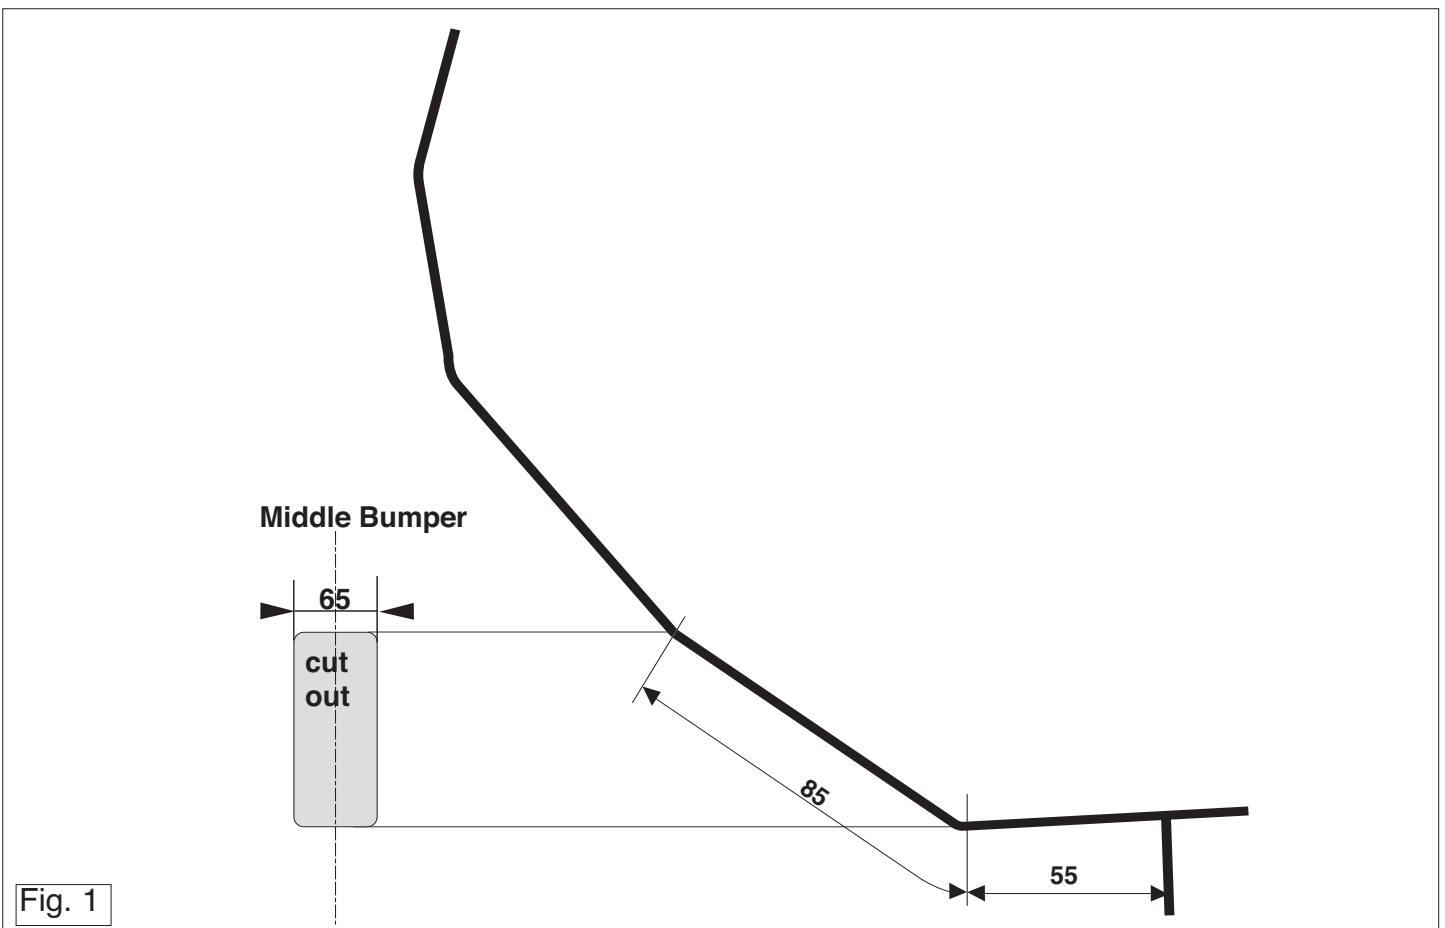

Fig. 1
8. Saw a section out of the middle of the underside of the bumper as shown in fig 1.
8. Auf der Unterseite der Stoßstange einen Teil aus der Mitte gemäß Abbildung 1 herausschneiden.
8. Scier au centre de la partie inférieure du pare-chocs une partie correspondant à la figure 1.